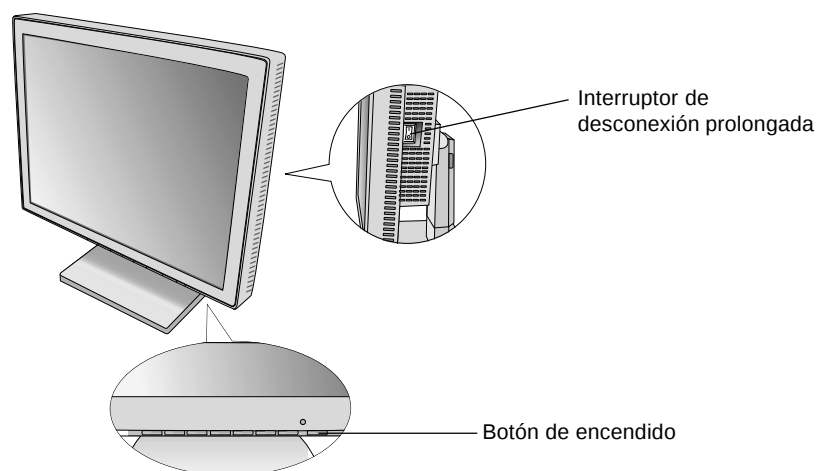

Figura D.1
5. El interruptor de desconexión prolongada que hay a la derecha del monitor debe estar encendido (**Figura D.1**). Encienda el monitor y el ordenador con el botón de encendido.